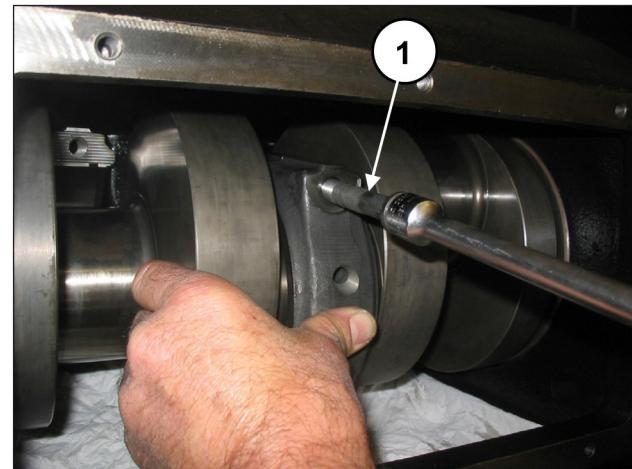

Fig. 60
Fijar los sombreretes a las semibielas con los tornillos M12x1.25x87 (pos. ①, Fig. 60).